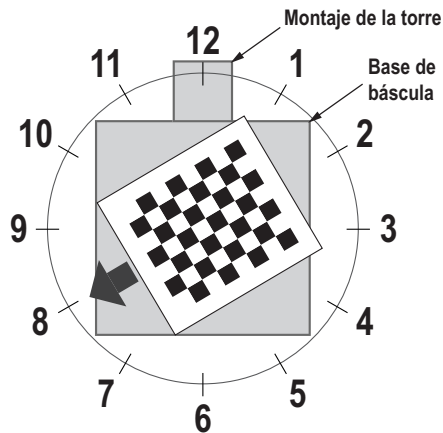

Figura 5-14. Gire a las 8 en punto
13. Alinee el objeto de calibración para que las cruces estén centradas. Gire el objeto de calibración a las 8 en punto con el conjunto de la torre a las 12 en punto (Figura 5-14).